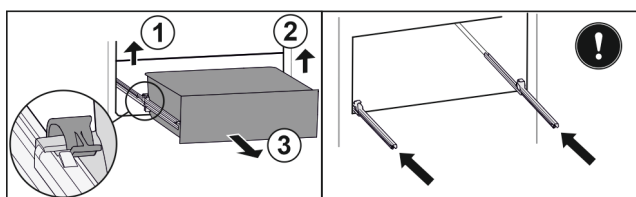

Fig. 119
- ▶ Løft den venstre klemme, og træk samtidigt skuffen i venstre side fremad. Fig. 119 (1)
- ▶ Løft den højre klemme, og træk samtidigt skuffen i højre side fremad. Fig. 119 (2)
- ▶ Tag skuffen ud fremefter. Fig. 119 (3)